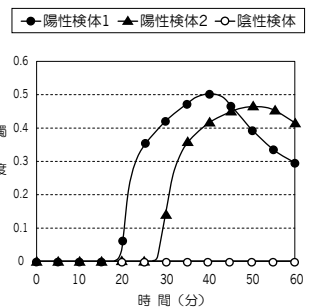

図2. 検体の増幅曲線パターン*2
- (5) 次に、各検体の判定を行います。増幅反応時間内(60分間)に濁度の上昇が認められた場合を「陽性」、濁度の上昇が認められない場合を「陰性」と判定します。(図2)
- (6) なお、検体によって濁度上昇開始時間や濁度上昇値が陽性コントロール; Control DNA VT1 (Cont V1)、Control DNA VT2 (Cont V2) と異なる場合があります。
- (7) 酵素失活処理 (80℃、2分間) (Loopamp リアルタイム濁度測定装置では自動処理されます。) が終了していることを確認した後、装置から使用済み反応チューブを取り出して、そのままキャップを開けずに廃棄してください。